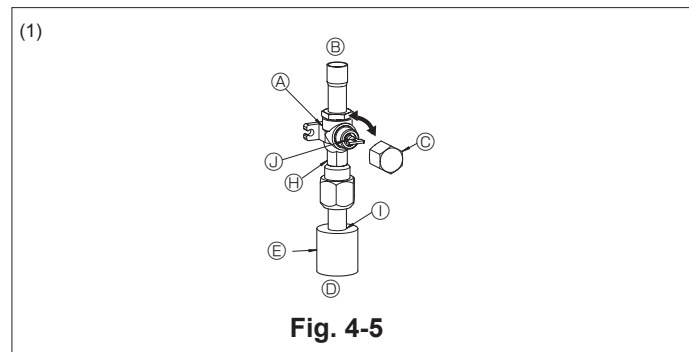
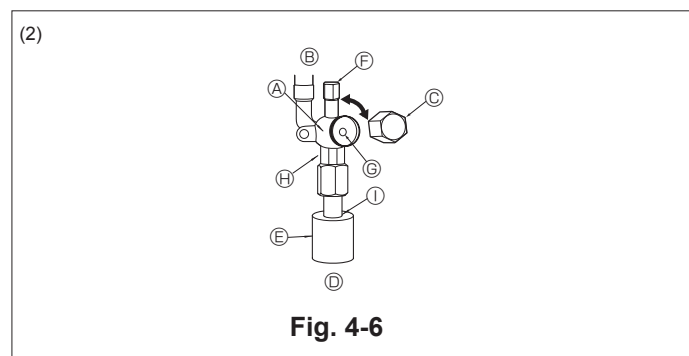

Fig. 4-5
Fig. 4-6
- (1) Côté gaz (Fig. 4-5)
- ① Enlever le capuchon, ramener la poignée vers soi et la tourner d'un quart de tour en sens inverse des aiguilles d'une montre pour ouvrir la vanne.
- ② Vérifier que la vanne d'arrêt est complètement ouverte, appuyer sur la poignée et tourner le capuchon pour le ramener sur sa position d'origine.
- (2) Côté liquide (Fig. 4-6)
- ① Retirez le bouchon, et tournez la tige de soupape à fond dans le sens antihoraire avec une clé hexagonale de 4 mm. Arrêtez de tourner quand elle frappe la retenue. (ø6,35, 1/4 inch: env. 4,5 tours) (ø9,52, 3/8 inch: env. 10 tours)
- (A) Vanne
- (B) Côté appareil
- (C) Capuchon
- (D) Côté tuyau local
- (E) Gaine du tuyau
- (F) Orifice pour l'entretien
- (G) Orifice pour la clé
- (H) Côté clé double (Utiliser une clé de ce côté uniquement. Dans le cas contraire, une fuite de liquide pourrait en résulter.)